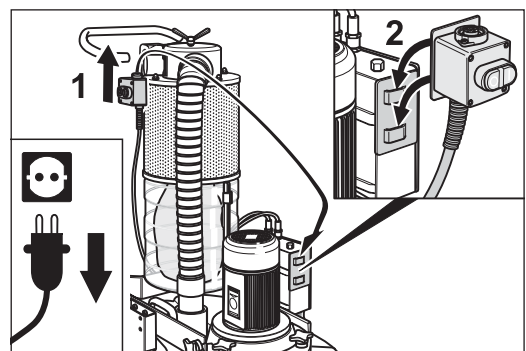

Abb. 56 Den Ein-/Aus-Schalter am Fahrgestell aushängen (1) und in die Transporthalterung am Schaltkasten eingehängen (2).
- 3 Hängen Sie den Ein-/Aus-Schalter am Fahrgestell aus (Abb. 56, 1) und in die Transporthalterung am Schaltkasten ein (Abb. 56, 2).